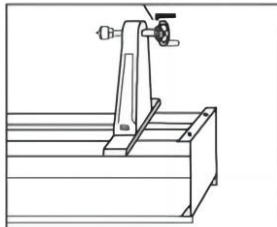

Figure 1
2. Entfernen Sie das Handrad, indem Sie die Stellschraube mit einem 1/8-Zoll-Inbusschlüssel von der Spindel weg lösen (siehe Abbildung 1).